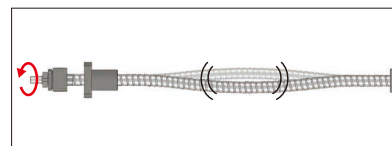

図3 共振を起こしたボールねじ
- ねじ軸：許容回転数を超えると固有振動数により共振をおこし運動不能になる可能性があります。(図3)